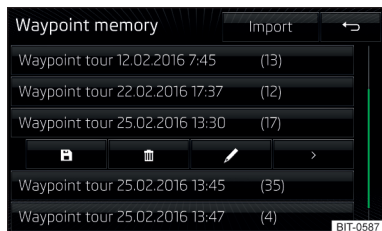

Fig. 247
- Sélectionnez le trajet avec des points de passage souhaité » fig. 247 à la page 210.
► Sélectionnez le trajet enregistré souhaité et l'une des options de menu suivantes » **fig. 247**.